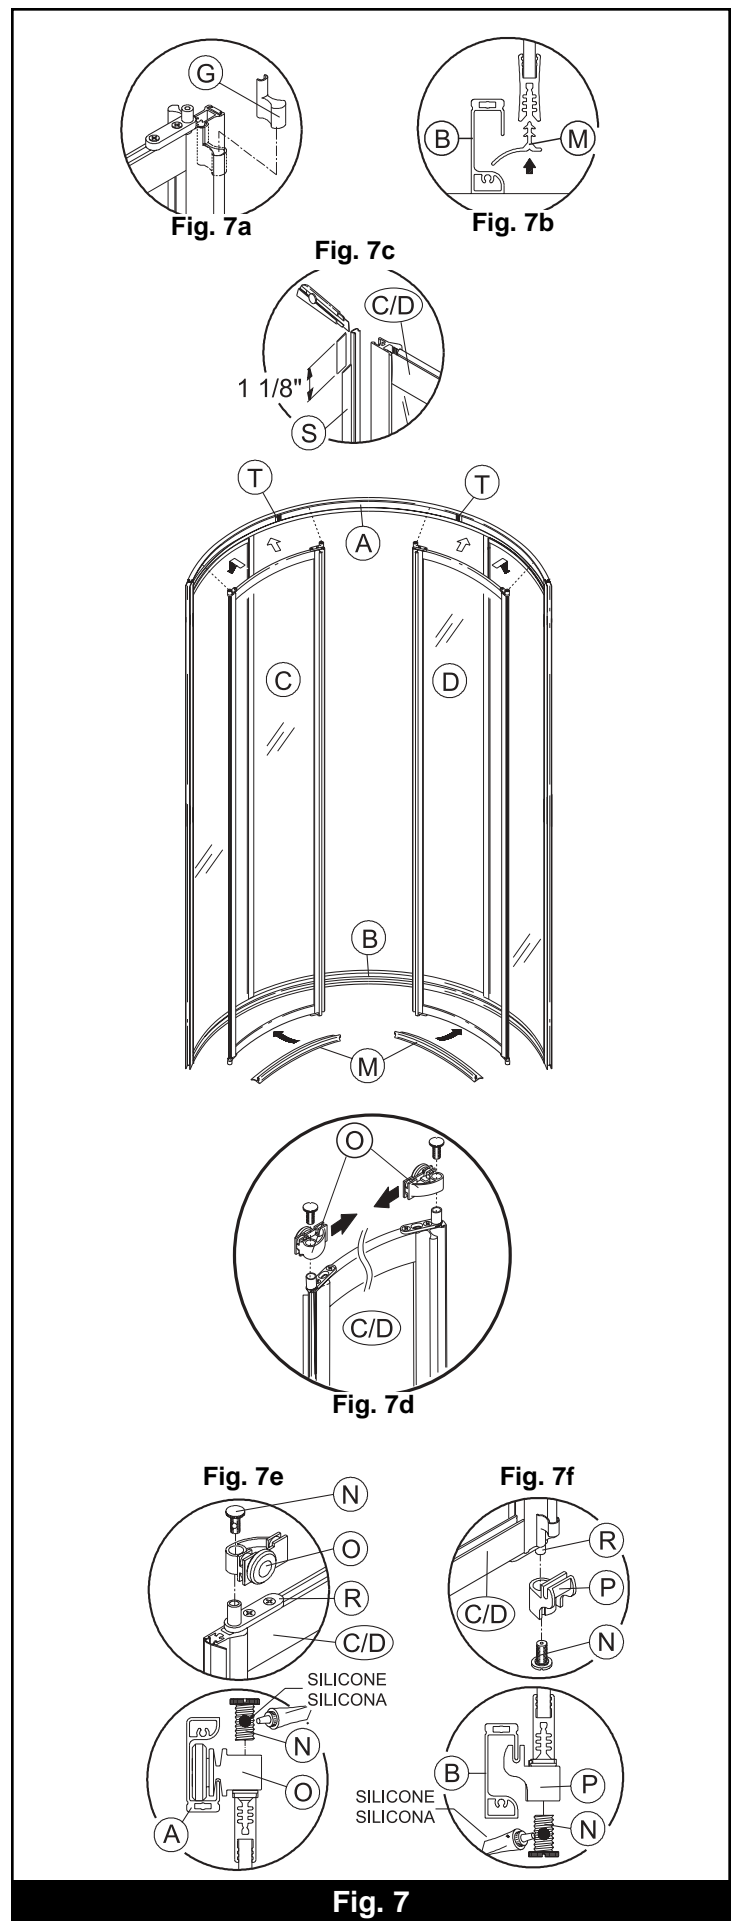

Fig. 7
- Placing yourself inside the shower, insert the reversible rollers (O) in the top rail (A) (The sliding panel must be positioned so that the reversible rollers (O) are in either side of the stopper (T)) (**Fig. 7**) then assemble the rollers on the sliding panel (C/D) by sliding them on the pivots (R). **Note: the rollers must point towards the center of the mobile panel.** **Fig. 7d**. Set in place by applying a drop of silicone on the assembly screw (N) and then screw all the way in.
- En vous plaçant à l'intérieur de la douche, insérez les roulettes réversibles (O) dans la rail supérieur (A) (le panneau mobile doit être positionné de façon de ce que les roulettes réversibles (O) soient de chaque côté de la butée (T)) (**Fig. 7**) puis assemblez les roulettes au panneau mobile (C/D) en les glissant sur les pivots (R). **Note: les roulettes doivent pointer vers le centre du panneau mobile.** **Fig. 7d**. Fixer en appliquant une goutte de silicone sur la vis d'assemblage (N).
- Ubicándose usted dentro de la ducha, inserte las ruedecillas reversibles (O) en el riel superior (A) (el panel corredizo debe quedar colocado de modo que las ruedecillas reversibles (O) estén a cada lado del tope (T)) (**Fig. 7**), luego monte las ruedecillas en el panel corredizo (C/D) deslizándolos en los pivotes (R). **Nota: Las ruedecillas deben quedar apuntando hacia el centro del panel corredizo.** **Fig. 7d**. Para fijar, eche una gota de silicona sobre el tornillo de fijación (N) y atornille hasta el fondo.